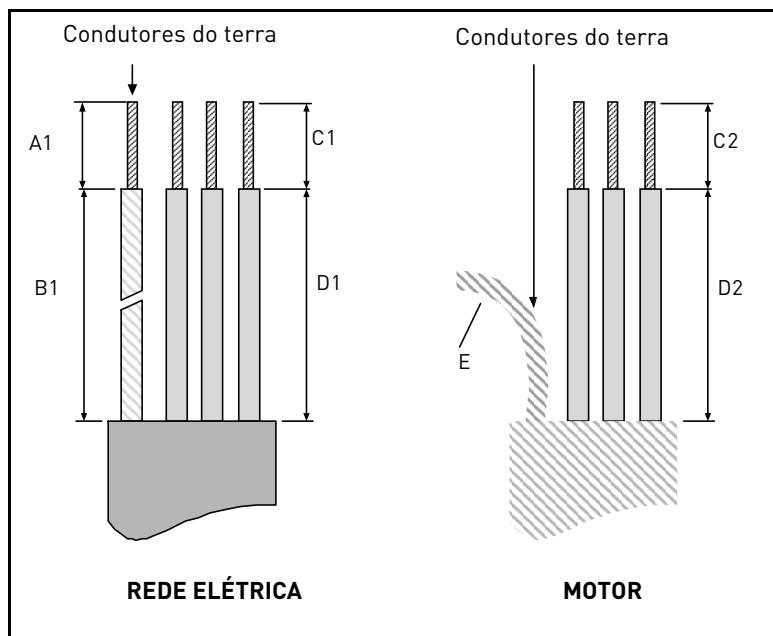
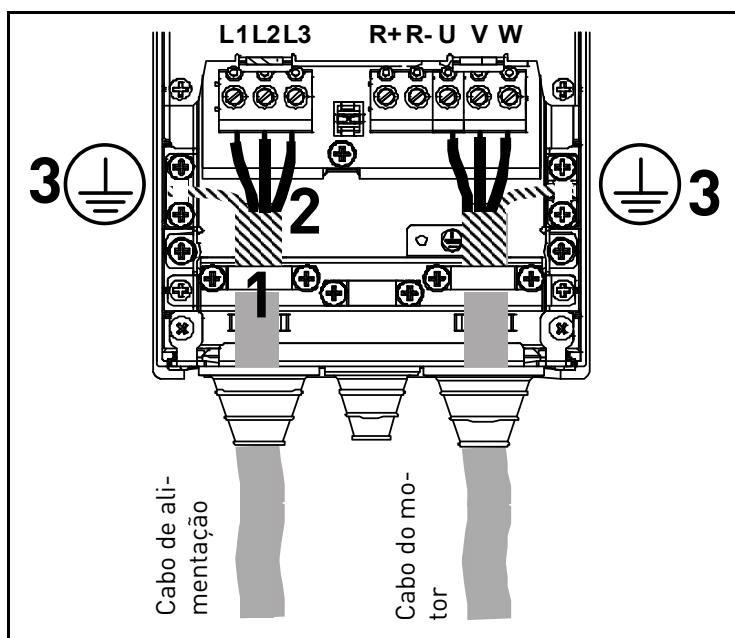

Figura 19. Retirada do isolamento dos cabos
Figura 26.
Conecte os cabos com as pontas expostas (consulte Figura 19 e Tabela 19) como mostrado em Figura 26.
- Exponha a blindagem de todos os três cabos para fazer uma conexão de 360 graus com a braçadeira do cabo (1).
- Conecte os condutores (fase) dos cabos de alimentação, freio e motor a seus respectivos terminais (2).
- Abra o restante da blindagem de todos os três cabos em “leque” e faça a conexão do terra com uma braçadeira como mostrado em Figura 26 (3). Deixe o leque com o **comprimento suficiente** para alcançar e ser fixado ao terminal - não mais.